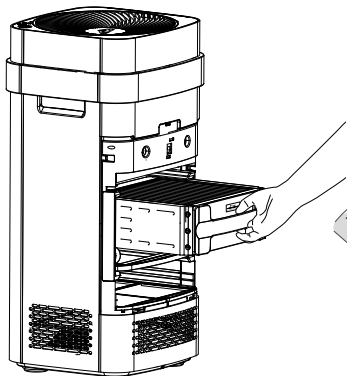

Imagen 6
2. Desconecte la corriente, abra la cubierta posterior y extraiga las placas colectoras (Imagen 6).